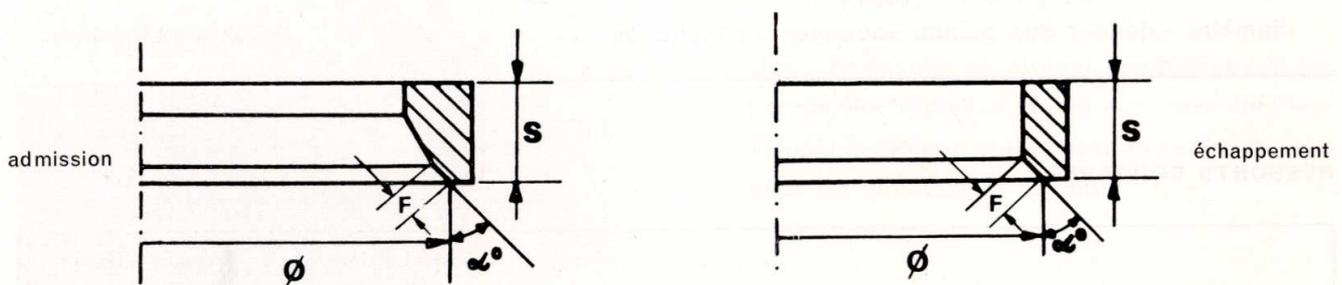

Fig. 23 - Demi-sections des sièges soupapes d'admission et d'échappement
- Le rodage des sièges soupapes consiste dans le rétablir les angles donnés à la fig. 23 tout en gardant inchangés les diamètres  $\varnothing$  et la largeur des portées F à 45°.